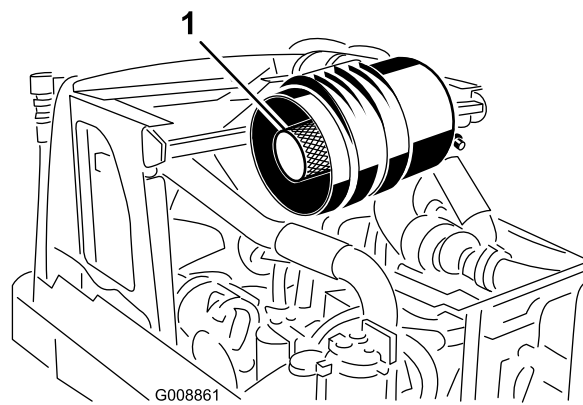

図 47
**重要** 安全フィルタは清掃しないでください。安全フィルタは、1次フィルタの3回目の整備時に交換してください 図 47。